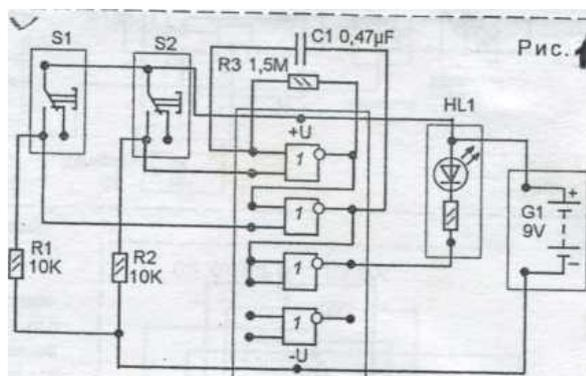
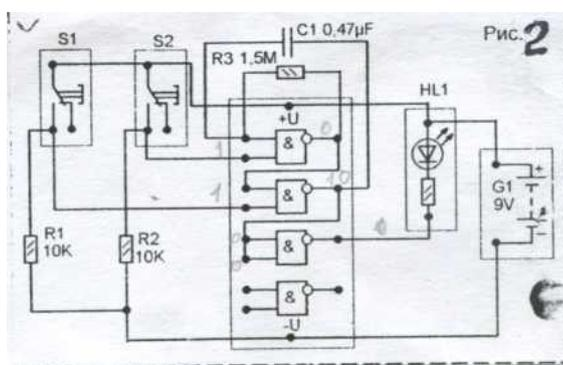

Рис. 1.
Рис. 2.
- найдите ошибку рассуждения в выделенном тексте к рис.1 (информационная карта) о блокировке генерации мультивибратора. Запишите правильное рассуждение в тетрадь;
- к рис.2 (информационная карта) напишите свое рассуждение о блокировке работы мультивибратора (опирайтесь на выделенный текст в информационной карте)
Соберем схему, показанную на рис. 1. Здесь тумблеры S1 и S2. Когда они находятся в показанном на схеме положении, мультивибратор работает, и светодиод HL1 мигает.
Соберем схему, показанную на рис. 2. Схема практически такая же, как на рис. 1, только элементы теперь здесь «2И-НЕ». S1 и S2 тумблеры. Когда они замкнуты, мультивибратор работает, и светодиод HL1 мигает.